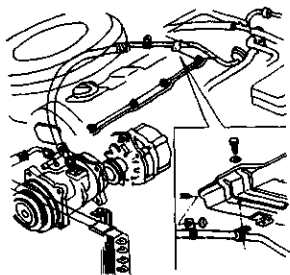

图 5-17 拆下高压管的固定件
5) 拆下车辆高压管的固定件, 拆下贮液干燥器(封住已拆下管子的端口), 如图 5-17 所示。